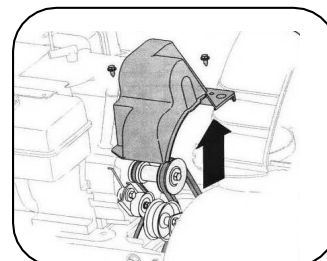

Рис.27
- 1.Снимите крышку ремня в передней части двигателя, удалив два самореза. См. рис. 27.